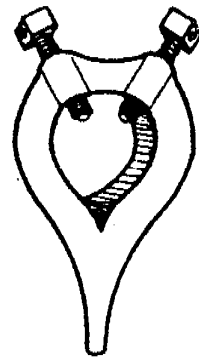

Figura 7
4. Brida con dos tornillos, indicada para realizar pasadas profundas (Figura 7).